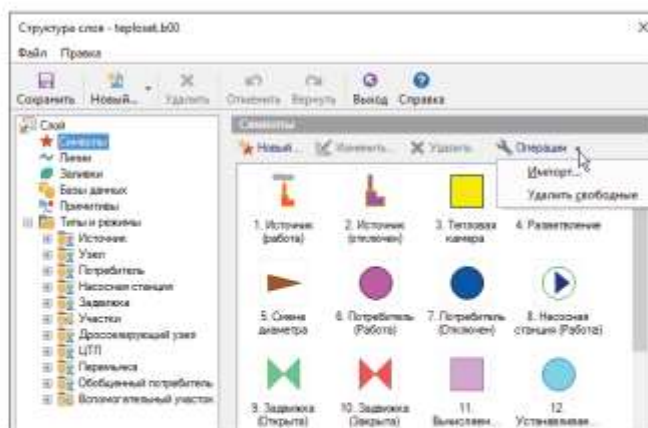

Рисунок 4.5. Импорт символов
2. Нажать кнопку Операции и в открывшемся списке выбрать Импорт... (Рисунок 4.5. «Импорт символов»).